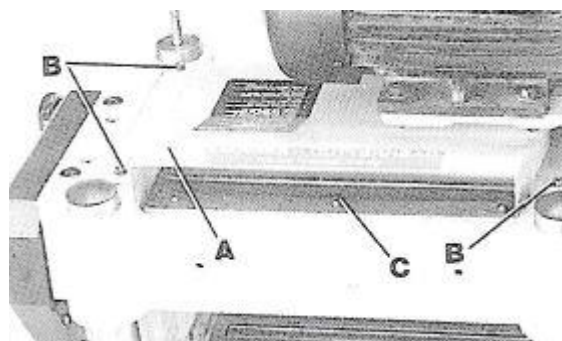

Рис. 13 Сборка верхней крышки и лотка для сбора пыли
1. Прикрепите верхнюю крышку и лоток для сбора пыли и отходов (А), Рис. 13, к верхней части строгального станка, как показано на рисунке, с помощью трех прилагаемых винтов (В). ВАЖНО: Отверстие лотка для сбора пыли и отходов (С) должно быть направлено на заднюю часть, как показано на рисунке.